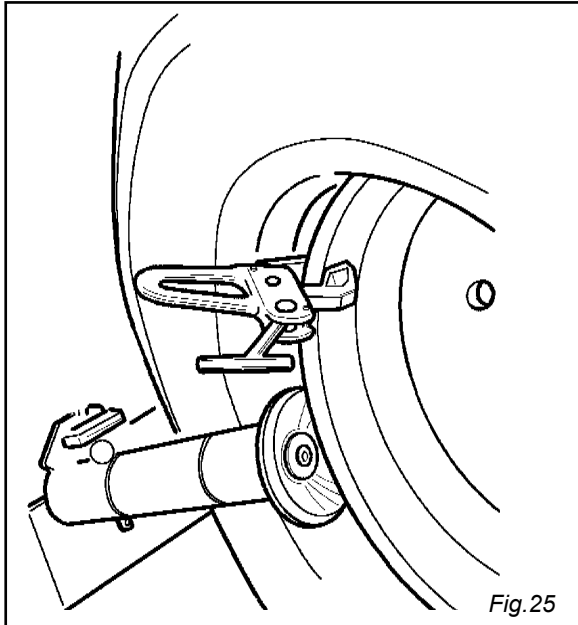

Fig.25
- 7) Agendo sulle leve (7) (8) posizionare il rullo contro il secondo tallone del pneumatico e ruotare il pneumatico fino a portare la pinza nel punto più basso. Il primo tallone dovrebbe essere entrato. (Fig. 25)
- 8) Posizionare il rullo a 4-5 mm. di distanza dal cerchio e premere sul secondo tallone del pneumatico per inserire la pinza. (Fig. 25)
- 7) By means of levers (7) and (8) position the roller against the second tyre bead and turn the tyre until the pliers is in its lowest point. First bead should be set in position (fig.25)
- 8) Position the roller at a distance of 4-5 mm. from the rim and press on second tyre bead in order to fit the pliers (fig.25)
- 7) En actionnant les leviers (7) et (8) positionner le rouleau contre le deuxième talon du pneu et tourner le pneu jusqu'à ce que la pince se trouve dans le point le plus bas. Le premier talon doit être rentré (fig. 25)
- 8) Positionner le rouleau à 4-5 mm. de distance de la jante et presser le deuxième talon du pneu pour introduire la pince (fig. 25)
- 7) Hebel (7) (8) betätigen, um Rollenwerkzeug an den zweiten Reifenwulst zu rücken. Den Reifen drehen lassen, bis wann sich die Zange in niedrigstem Punkt befindet. Erster Wulst soll in Stellung getreten sein (Abb.25)
- 8) Rollenwerkzeug 4-5 mm. fern von Felge stellen und auf den zweiten Reifenwulst drücken, um die Zange einzufügen (Abb.25)
- 7) Actuando sobre las palancas (7) (8) colocar el rodillo contra el segundo talón del neumático y girar el neumático hasta llevar la pinza en el punto más bajo. El primer talón debería de haber entrado. (Fig. 25)
- 8) Colocar el rodillo a 4-5 mm. De distancia de la llanta y apretar sobre el segundo talón del neumático para insertar la pinza. (Fig. 25)